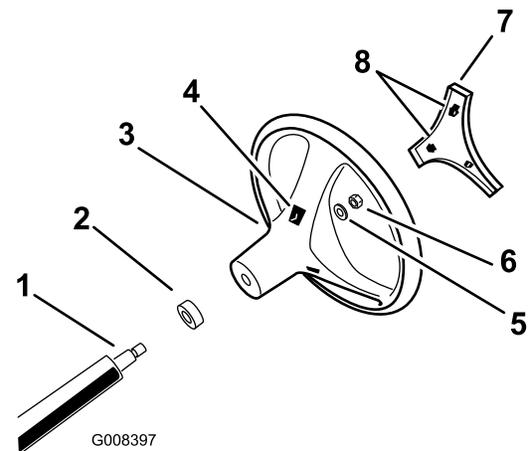

Figure 3
- Placez les languettes du couvre-moyeu en face des fentes dans le volant et enclenchez le couvre-moyeu sur le moyeu du volant (Figure 3).
- Fixez le volant sur l'arbre au moyen d'un contre-écrou serré à un couple de 24 à 29 N·m (18 à 22 pi-lb), comme montré à la Figure 3.